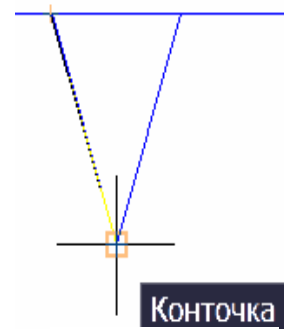

Рис. 2.27
- с помощью привязки **Конточка (Endpoint)** указать вторую точку (рис. 2.27);